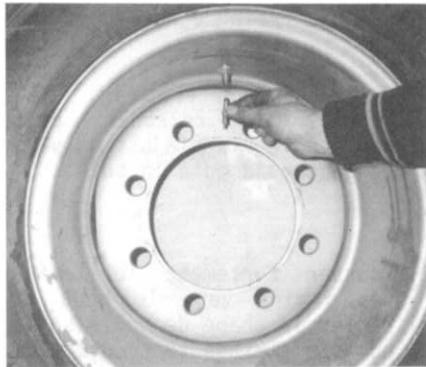

Bild 57
3. Ventileinsatz herausdrehen und Verbindungsmautter eindrehen (Bild 57).
3. Unscrew valve insert and screw-in connecting nut (fig. 57).
3. Dévisser la fourrure de la valve. Visser le raccord de connexion dans la valve (fig. 57).